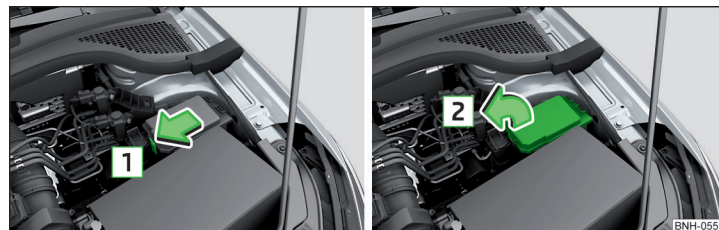
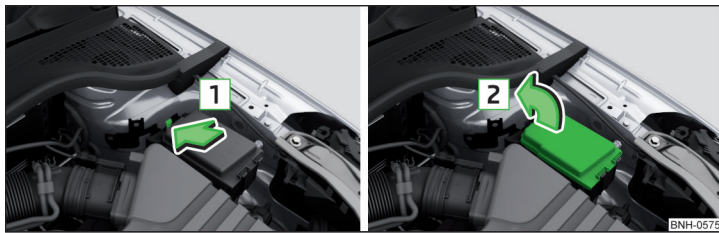

Fig. 266 Capacul panoului de siguranțe - varianta 1
Fig. 267 Capacul panoului de siguranțe - varianta 2
- ▶ Apăsăți tasta de blocare a capacului în sensul săgeții » fig. 266 sau » fig. 267 și scoateți capacul în sensul săgeții .